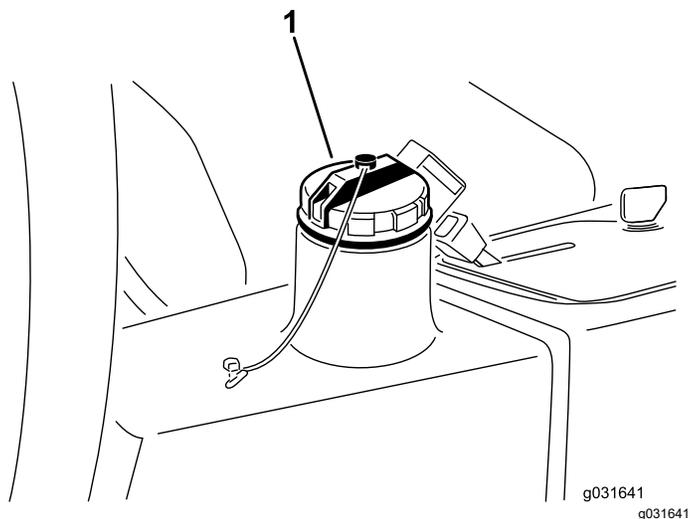

Figura 67
4. Encha o reservatório (**Figura 67**) com aproximadamente 13,2 litros de fluido hidráulico; consulte Especificações do fluido hidráulico (página 55) e Verificação do nível do fluido hidráulico (página 56).